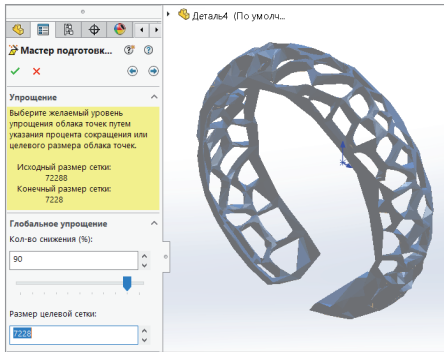

Рис. 5. Функция Упрощение
- **Упрощение** (рис. 5). Сокращает количество вершин в сетке или количество точек в облаке, что упрощает файл и уменьшает его размер. Эта функция бывает необходима, когда размер сетки или облака точек слишком велик и его нужно сделать более компактным для эффективного создания твердого тела или для улучшения производительности системы при недостаточном количестве памяти. Глобальное упрощение уменьшает размер всей сетки или облака точек либо на определенный процент, либо на установленное значение. Локальное упрощение распространяется на локальную область сетки без изменения основной области.